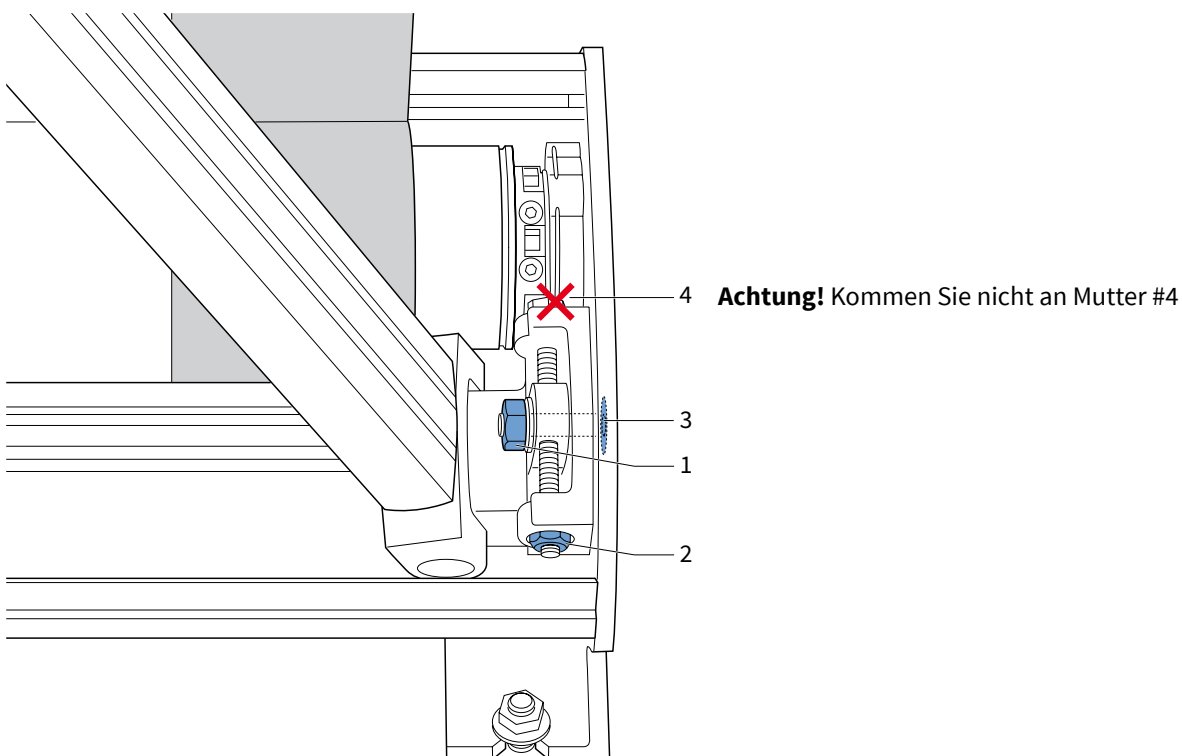

Abb. 4.1 Detail Armverbindung rechts
2. Drehen Sie Mutter #1 eine Umdrehung los (Steckschlüssel 17). Heben Sie die Vorderleiste beim Losdrehen etwas an, damit sich die Stellschraube (oder Inbus) leicht bewegt. Siehe Abbildung 4.1.